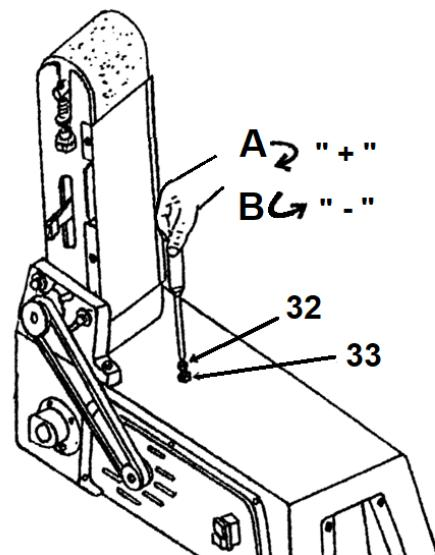

Abbildung 10-1: Keilriemen spannen
Die Mutter (33, Abb. 10-1) lösen und mit der Schraube (32) die Keilriemenspannung einstellen. Drehen im Uhrzeigersinn (+) spannt den Keilriemen, drehen im Gegenurzeigersinn (-) löst den Keilriemen.